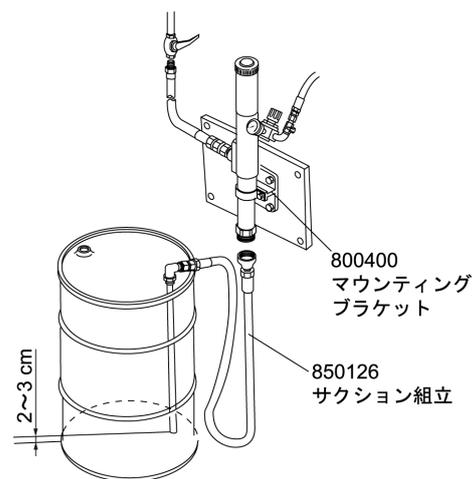

Fig.4
- 1) マウンティングブラケット（別売：製品番号 800400）のポンプ固定用バンドのボルトを緩め、バンドを取り外してください。(Fig.4)